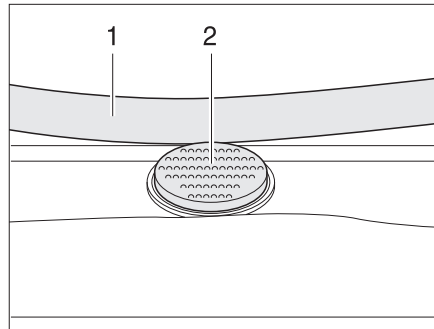

Bild 41 Sicherungsknopf an der Heki-Dachhaube
- Den Sicherungsknopf (Bild 41,2) drücken und den Bügel (Bild 41,1) mit beiden Händen nach unten ziehen.
- Den Bügel mit beiden Händen nach oben drücken, bis der Bügel oberhalb des Sicherungsknopfes (Bild 41,2) liegt.